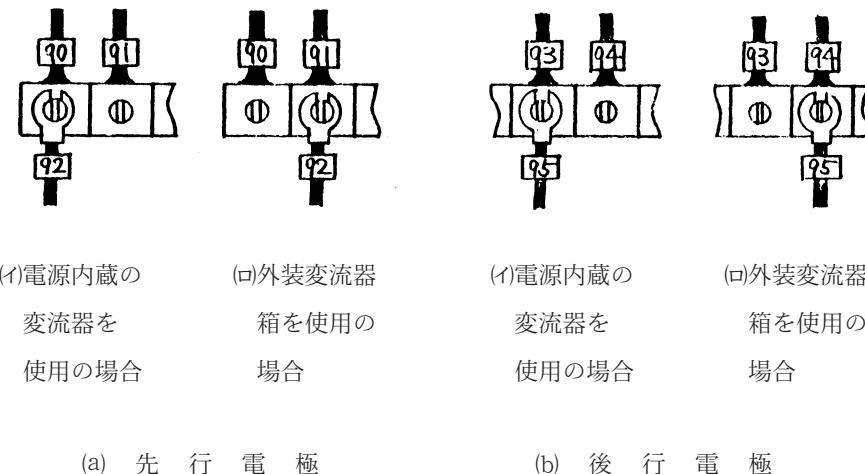

図 4. 変流器回路の切替
(4) 制御箱後面の 2P メタルコンセント（電磁接触器箱用）で使用しないものには必ずキャップをしてください。
(5) 使用する溶接電源にしたがって、制御箱内の端子板で変流器回路の切替を行ってください。（図 4 参照）